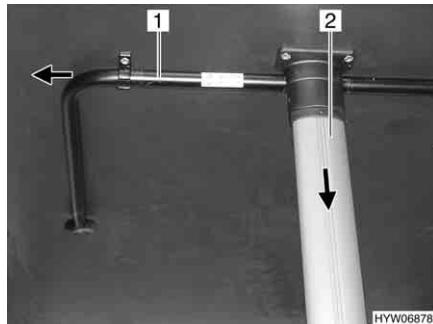

Fig. 43 Tavolo sospeso con piede ribaltabile e puntello
- Spingere il puntello (Fig. 43,1) nella direzione della freccia e ribalzarlo.
- Tirare il piede del tavolo (Fig. 43,2) nella direzione della freccia e ripiegarlo.